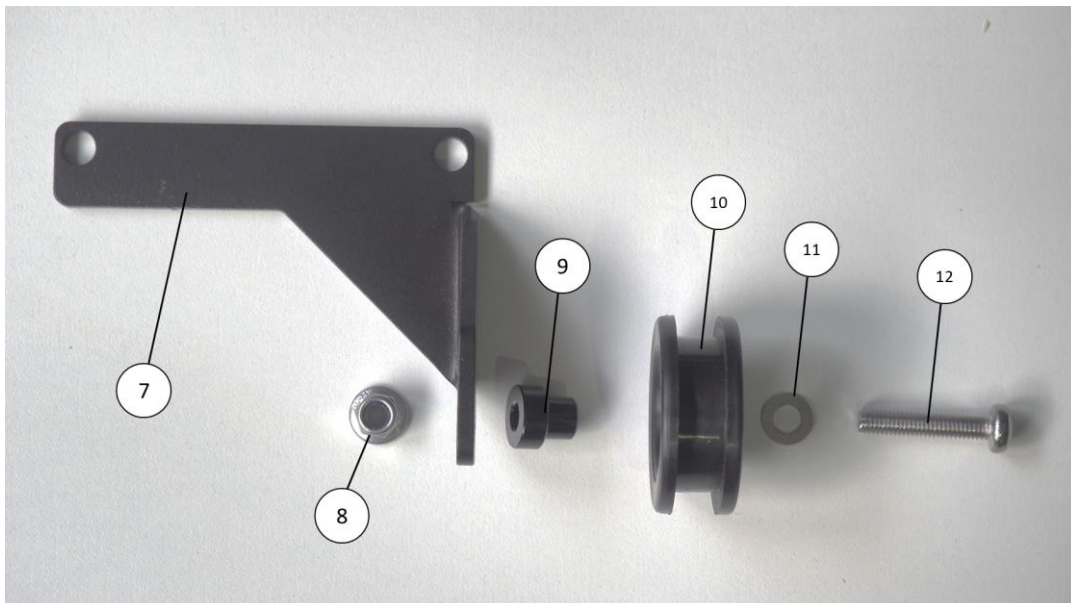

Abb. 2 / fig. 2
Spacer für Umlenkrolle ⑨ in die Umlenkrolle ⑩ einstecken. Mit der M5 Mutter ⑧ und M5x25 Schraube ⑫ mit Unterlegscheibe d5,3 ⑪ an dem Halteblech ⑦ montieren (Abb.2).
Insert the spacer ⑨ in the pulley ⑩. Assemble it to the plate for pulley ⑦ with the M5 screw ⑫, d5,3 washer ⑪ and self-locking flange nut ⑧ (fig.2).